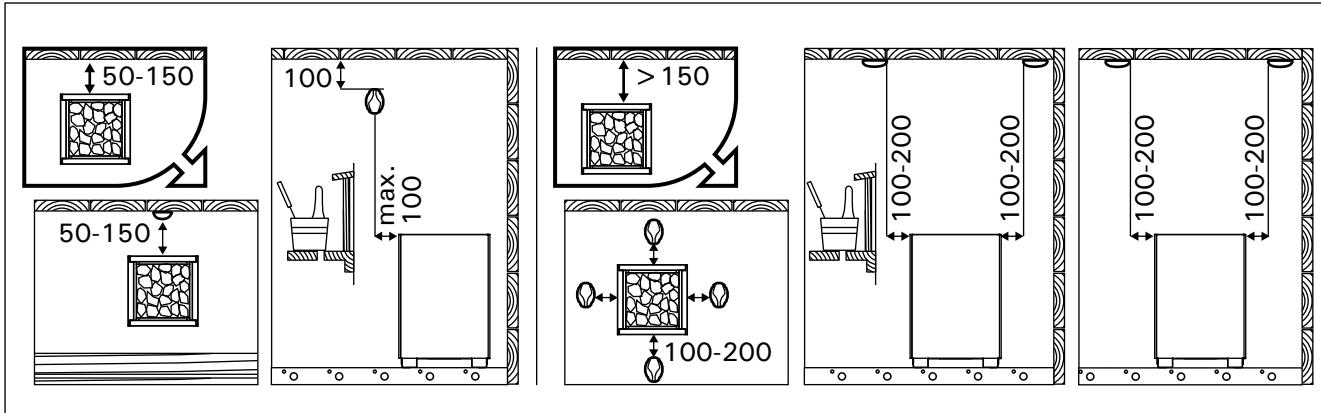

Рисунок 5. Установка датчиков (все размеры приведены в миллиметрах)
- Установите датчик на стену сауны, как показано на рис. 5. При установке каменки от стены далее, чем 150 мм, датчик должен быть установлен на потолке.